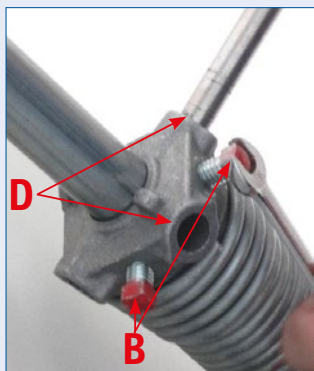

Abb. 354
- c. Lösen Sie die Setzschrauben (B) der linken Federkonsole (Abb. 354) und spannen die linke Feder (s.o.) durch Heben und Umsetzen der Spannstangen. Die Zahl der Umdrehungen überprüfen Sie durch Zählen der Markierungen, die beim Aufwickeln als Spiralwindung sichtbar werden. Nach Erreichen der richtigen Anzahl ziehen Sie die Setzschrauben (B) fest an. Wiederholen Sie den Vorgang mit der rechten Feder.
- d. Überprüfen Sie nochmals den straffen Sitz beider Seile und lösen Sie jetzt die vier Setzschrauben (A). Prüfen Sie die Funktion des Tores wie unter 3.5 beschrieben.